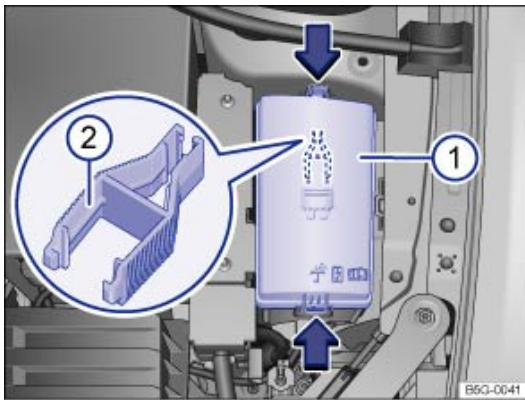

Fig. 172 Dans le compartiment-moteur : cache ① de la boîte à fusibles avec pince en plastique ②
- Poussez les touches de verrouillage dans le sens des flèches pour déverrouiller le cache de la boîte à fusibles ⇒ Fig. 172 ①.
Une pince en plastique ⇒ Fig. 172 ② prévue pour retirer les fusibles peut se trouver sur la face intérieure du cache de la boîte à fusibles dans le compartiment-moteur.